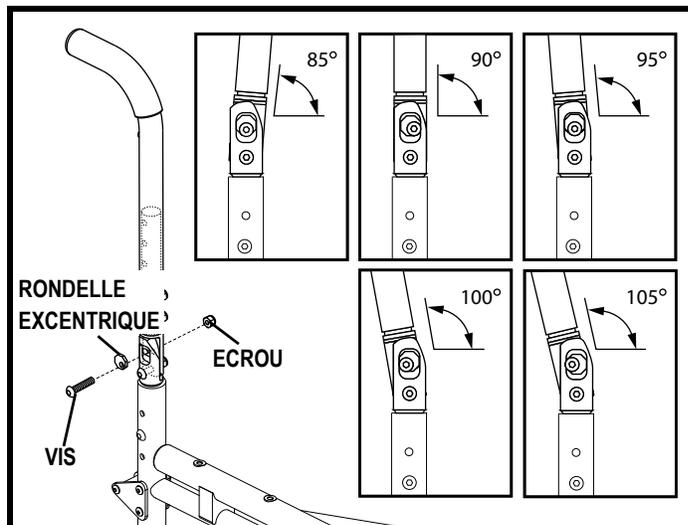

Figure 20. Réglage de l'inclinaison du dossier
Votre fauteuil roulant peut être équipé d'un dossier réglable en angle sur cinq degrés d'inclinaison différents. La plage de réglage se situe entre 85° et 105° à 5° d'intervalle. Voir la figure 20.
1. Enlevez la vis et l'écrou sur le haut de la canne et desserrez la vis située au bas du montant. Voir la figure 20.
2. Pivotez la rondelle excentrique vers la position appropriée en fonction de l'angle d'inclinaison désirée. Voir la figure 20.